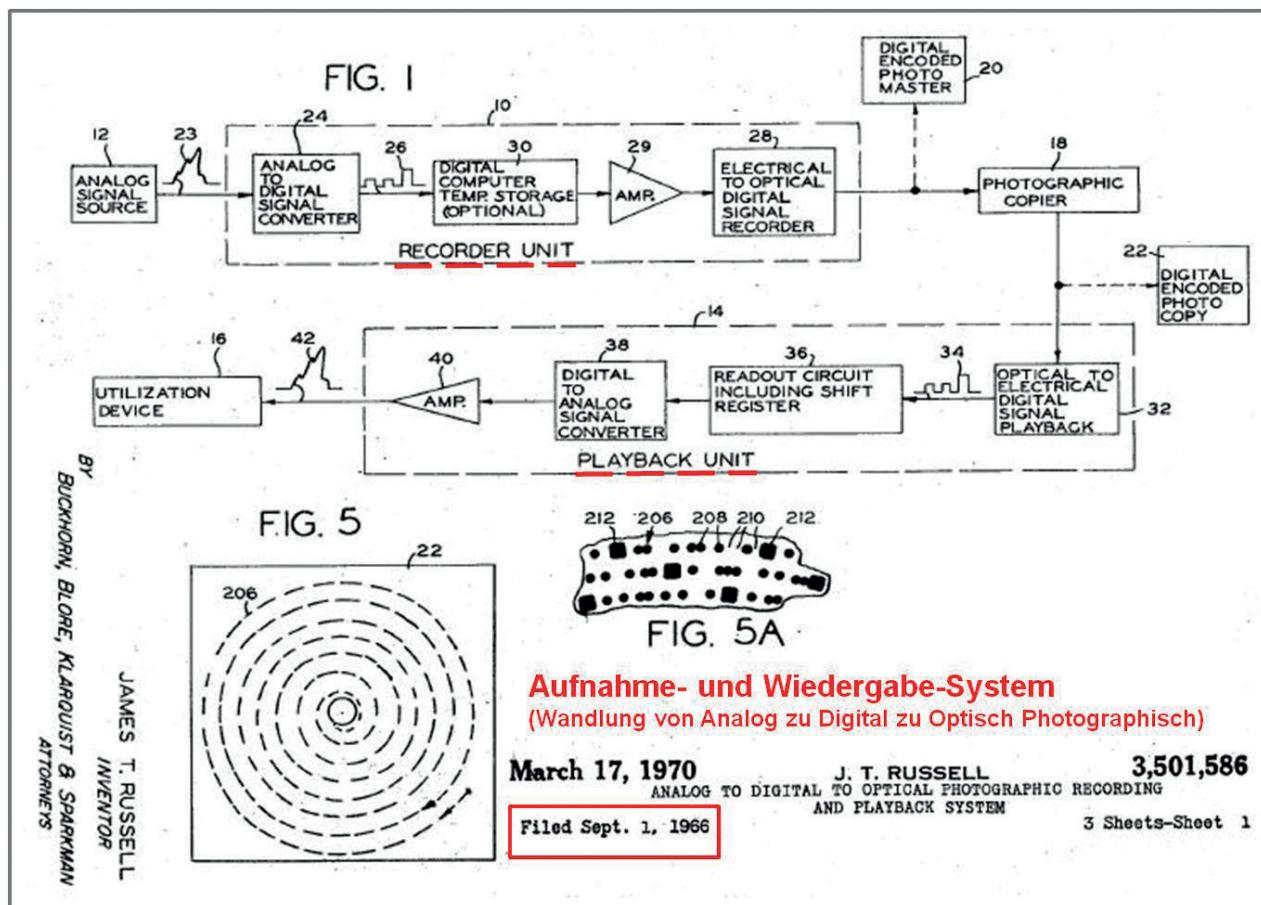

Abb. 3: USA Patent US3501586 von J. T. Russel: Analog to Digital to Optical Photographic Recording and Playback System (eingereicht am 1. Sept. 1966).
Anordnung zu entwickeln die einfach und preisgünstig viele Kopien von Videos und Tonaufnahmen ermöglichen würde. Jedenfalls hat Russel beim Pacific Northwest National Laboratory des Battelle Memorial Institutes ein Gesamtkonzept eines Gerätes zur optischen Aufnahme und Wiedergabe entwickelt. Sein erstes Patent reichte er im September 1966 ein (US Patent US3501586 Analog to Digital to Optical Photographic Recording and Playback System). In dem Patentauszug Abb. 3 sehen wir das Blockschaltbild Fig. 1, die spiralförmige Aufzeichnungsspur Fig. 5 sowie ein Detail der aufgezeichneten Bit- und Synchronisationsstruktur der Aufzeichnungsspur Fig. 5a.
Aber lassen wir Russel selbst zu Wort kommen. In seinem Patent erklärte er: „Die Signalquelle (12 Bezeichnung Abb. 3 Fig. 1) liefert ein Video- oder Audiosignal (23), das zum Beispiel ein Fernsehsignal oder ein High Fidelity Musiksignal sein kann. Dieses analoge Eingangssignal wird an den Eingang eines Analog Digital Converters (24) in der Recorder Unit (10) gelegt. Dieser ADC erzeugt ein digital codiertes elektrisches Ausgangssignal (26). Der Signalrecorder (28) konvertiert das digitale elektrische Signal in ein digitales Lichtsignal und zeichnet dieses photographisch.“